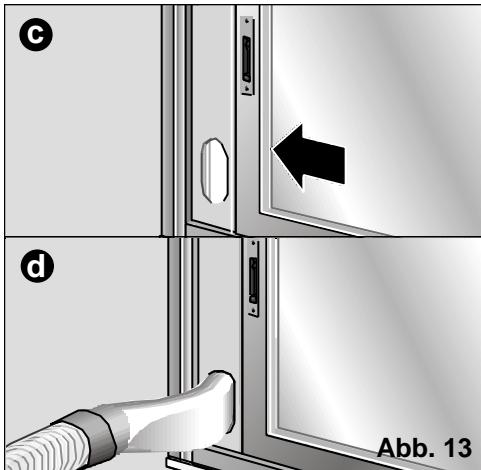

Abb. 13
- Sie können auch das Zubehör für Schiebefenster / Balkontüren (siehe Abschnitt "Beschreibung des Zubehörs") verwenden (**Abbildung 13: a, b, c, d**). Dieses kann sowohl für horizontale als auch für vertikale Fenster verwendet werden.